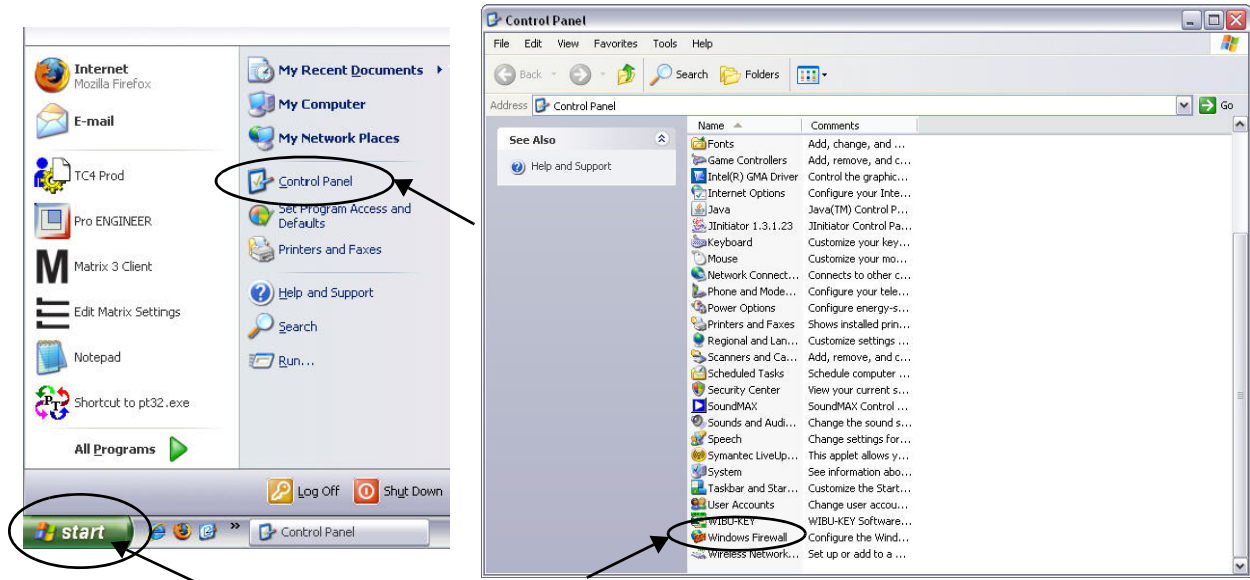

图 24
1. 若要启动编辑器，单击开始 / 所有程序 / Windows 防火墙（图 24）。